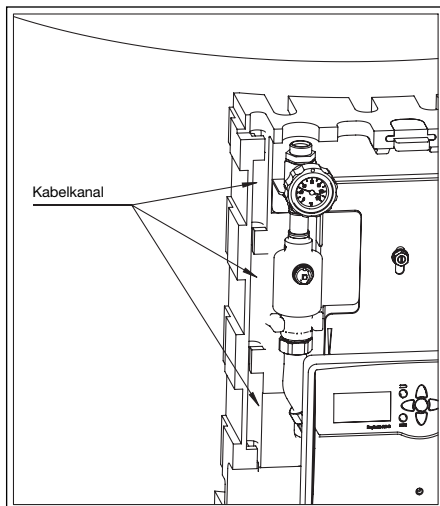

Abb. 22 Montage Kabelkanal
- Die Kabel des Reglers in die hierfür vorgesehenen Kabelkanäle verlegen (Abb. 22)